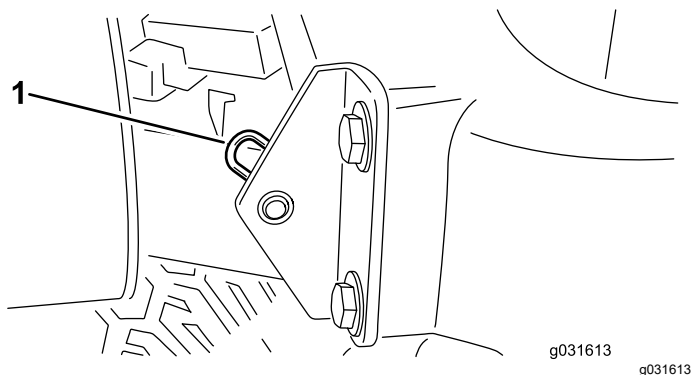

Figura 30
2. Togliete la coppiglia che fissa il perno del cofano alle staffe di montaggio (Figura 30).